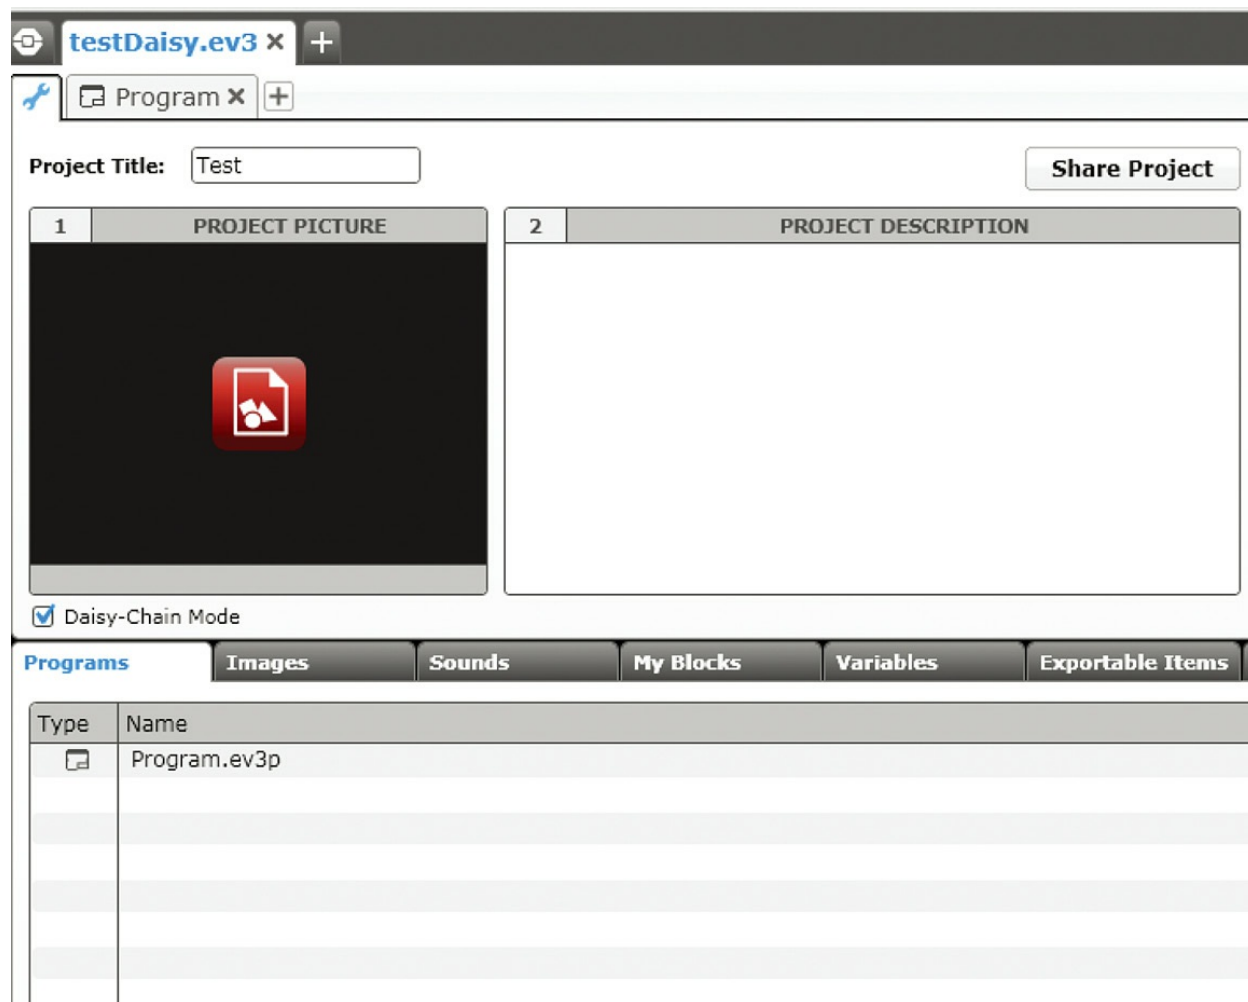

图11.4 开启菊链模式使你能够为两个或是更多被链接在一起的智能砖编程
3. 勾选“菊链模式”所在的方块来激活这个模式（如图11.4所示）。